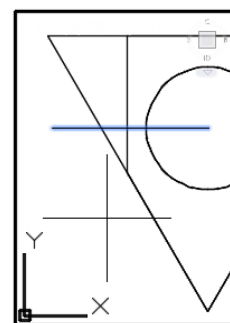

Рис. 25
- 3) на запрос стороны просмотра щёлкнуть точку ниже только что указанной секущей плоскости– рис. 25.